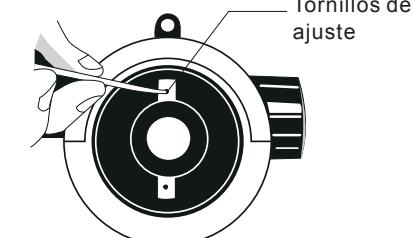

Fig.13
- (2) Aleje el instrumento 2m de a, las lecturas son a2, b2 (Fig. 13)
- (3) Calcule  $b2' = a2 - (a1 - b1)$ . If  $b2' = b2$ , demuestra que la línea de visión no es necesario corregir.
- (4) Si  $b2' \neq b2$ , demuestra que será necesaria la corrección.
- (5) Apunte la vista óptica al pentagrama B, atornillede la cubierta del ocular, ajuste el tornillo de la Cruz-pelo para hacer el pelo medio da el lectura requerida B2'.
- (6) Repita lo anterior hasta que  $|b2' - b2| < 3mm$ .